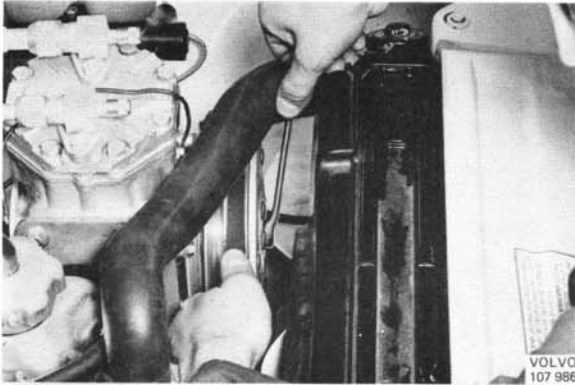

Abb. 41 Festzug der Zentrumschraube für die Kompressorriemenscheibe
2. Nachprüfen, daß die Scheibenfeder (3) richtig in der Kurbelwellennut steht, danach die Riemenscheibe auf der Kompressor-Kurbelwelle einbauen. Zentrumschraube mit einem Moment von 25–30 Nm (2,5–3 mkp) bei eingeschaltetem Strom, der die Kupplung am Durchrutschen hindert, anziehen. Riemenscheibe gleichzeitig mit dem Keilriemen anhalten (Abb. 41).